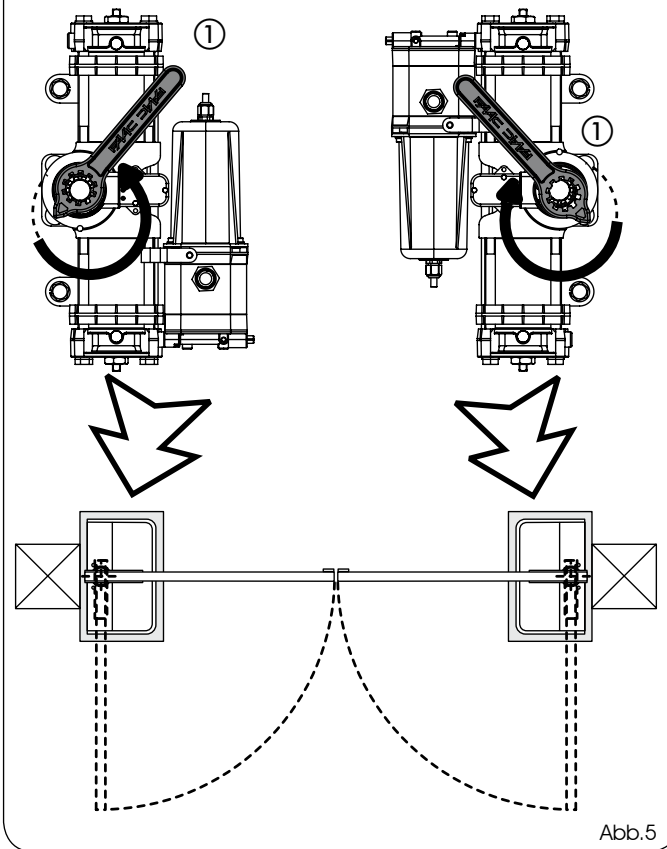

Abb.5
5) Das Ritzel des Antriebs mit dem im Lieferumfang enthaltenen Schlüssel (Abb. 5, Bez. ①) in Schließrichtung des Tors (siehe Abb. 5) bis zum Innenanschlag des Kolbens drehen und den Schlüssel abziehen.